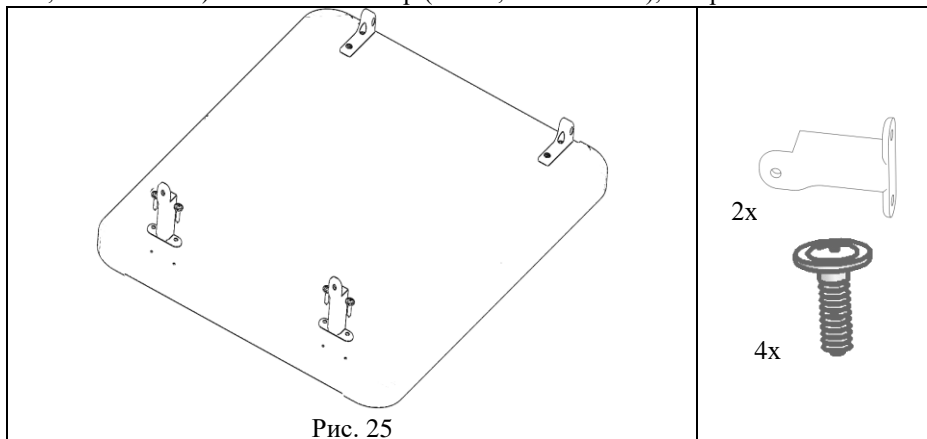

Рис. 25
5.5.4. К сборке по п. 5.5.3. прикрутить с помощью саморезов с прессшайбой (поз. 2, пакет № 158) СУТ.42.002 Упор (поз. 9, пакет №158), см. рис. 25.